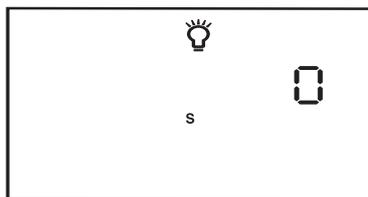

Figura 6–11 Ecrã da definição da luz de fundo dos LEDs
1. No ecrã de monitorização ou do modo em espera (standby), pressione a tecla direita do utilizador até o ecrã da definição da luz de fundo dos LEDs aparecer no visor, tal como ilustrado na Figura 6–11.